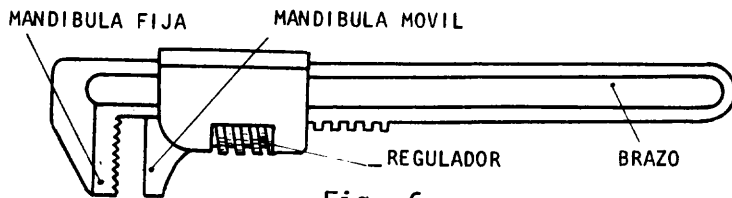
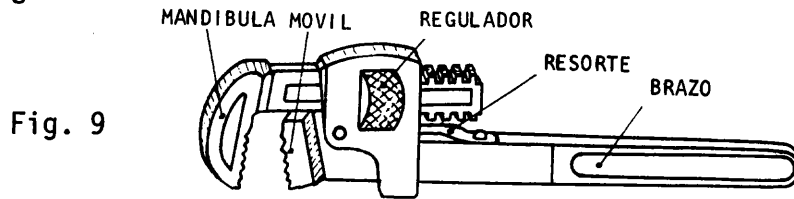

Fig. 6
Fig. 9
*Llave de boca regulable* es aquella que permite abrir o cerrar la mandíbula móvil de la llave, por medio de un tornillo regulador o tuerca. Existen dos tipos: llave inglesa (figs. 6, 7 y 8) y llave de grifo o de caño.(fig. 9)